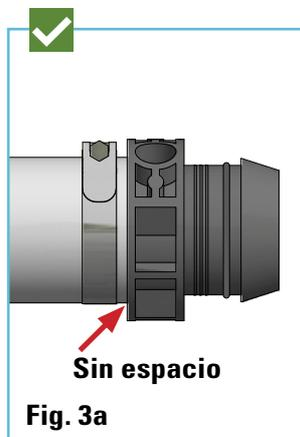

Fig. 3a
4. Asegúrese de que la tubería esté **insertada completamente** en el hombro del conector (**Fig. 3a**).